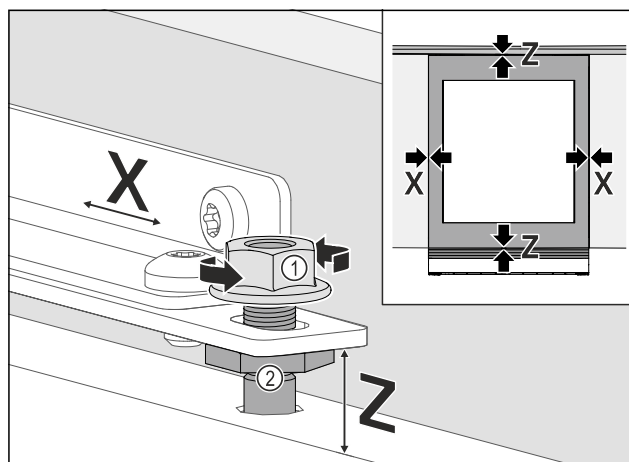

Fig. 104
- Aliniați lateral ușa mobilierului: Slăbiți contrapiulița Fig. 104 (1), deplasați ușa mobilierului în direcția X.
- Strângeți contrapiulițele Fig. 104 (1).
- ▶ Aliniați ușa mobilierului pe înălțimea **Z** și pe înclinarea laterală: Reglați bolțurile de reglare *Fig. 104 (2)*.